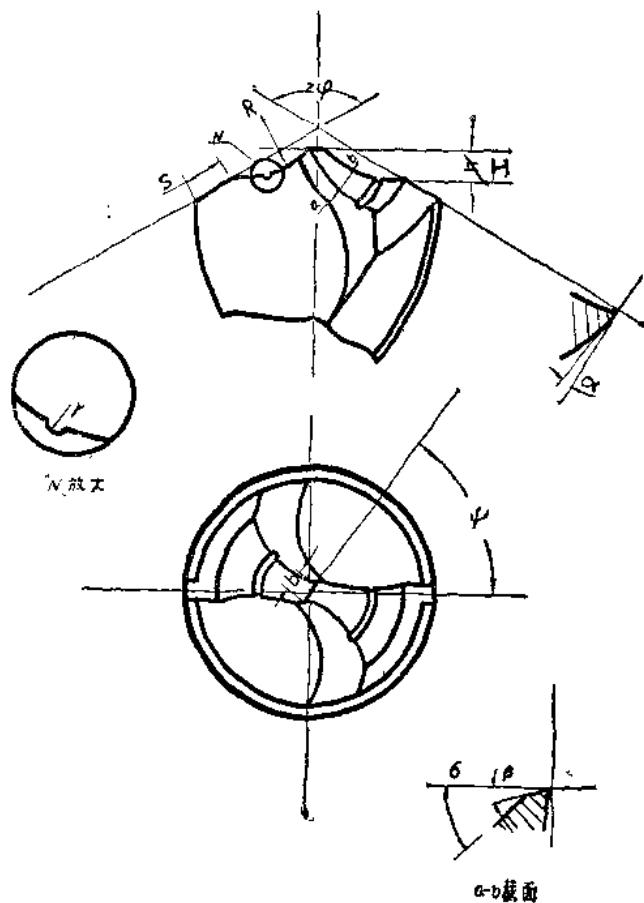

图 3
- (1) 靠近中心处，前角变负值为正；
- (2) 中心較两边的高度值稍有加大；
- (3) 横刃长度根据材料性质决定，为普通钻头横刃长度的 $\frac{1}{3}$ — $\frac{1}{4}$ （材料越軟，横刃越短）。
- (4) 較大钻头在钻头后面（月牙形分屑槽处）开小分屑槽。（见图3）
注：钻头的几何形状见图3